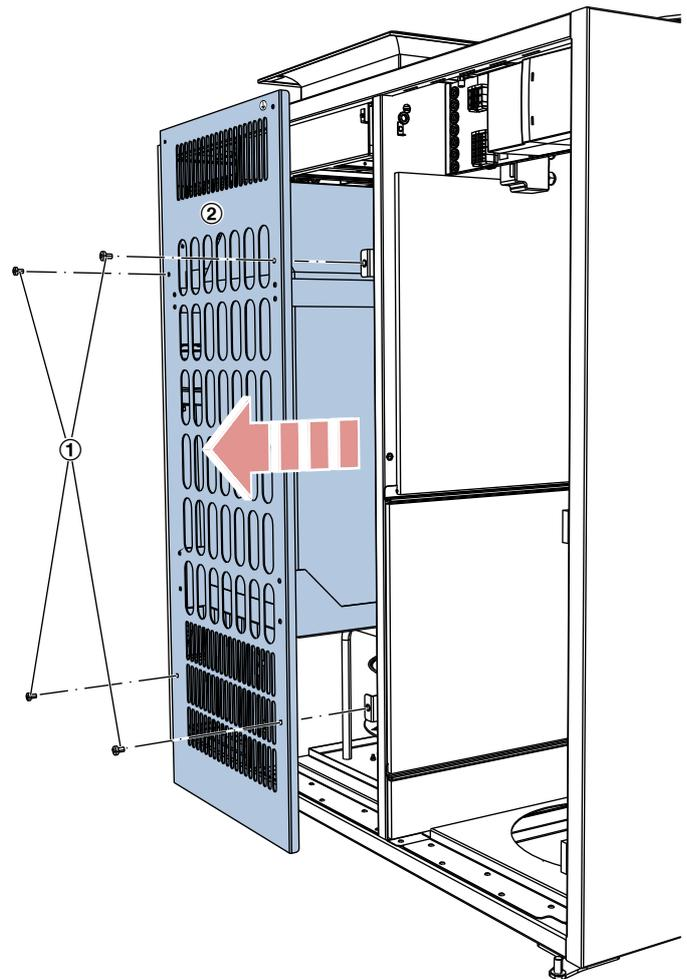

Abb. 13: Schutzgitter mit Schalldämpfer am Zuluft-Ventilator
7. ▶ Am Schutzgitter die vier Schrauben ( Abb. 13 /1) lösen und das Gitter mit dem Schalldämpfer ( Abb. 13 /2) nach vorne herausziehen. Erdungsstecker vom Gitter lösen (⊕)